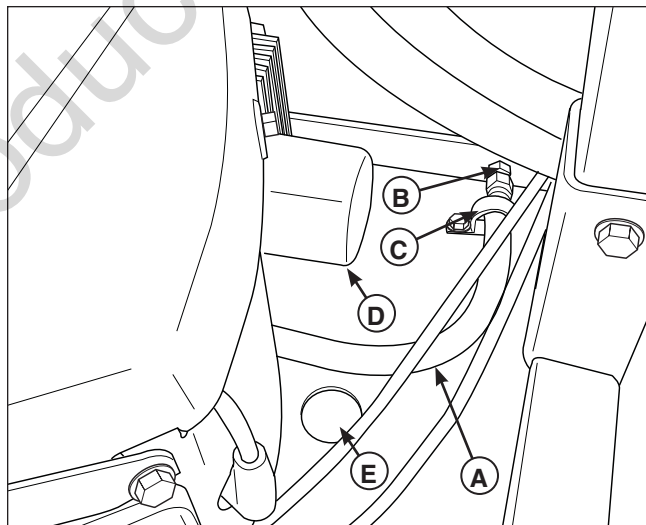

Figura 20. Drenaje del aceite de motor
2. Retire la manguera de drenaje de aceite (A, Figura 20) de la abrazadera de cable (C) que se encuentra en la plataforma del motor en el lado derecho del chasis. Coloque la manguera de drenaje hacia abajo insertándola por el orificio (E) en la plataforma del motor.
3. Coloque una bandeja pequeña debajo de la manguera de drenado para atrapar el aceite. Utilizando las herramientas adecuadas, quite el tapón (B) de la manguera de drenaje de aceite y drene el aceite del motor.